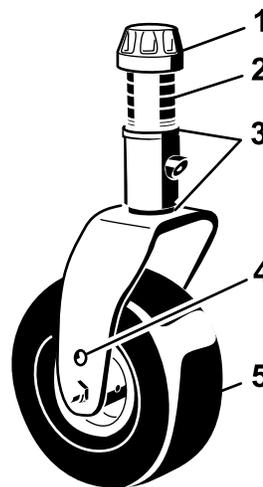

Рисунок 15
2. Поместите оси поворотных колес в одинаковые отверстия во всех вилках поворотных колес (Рисунок 15).
- Снимите колпачковую гайку с вала шпинделя (Рисунок 15) и извлеките шпиндель из рычага поворотного колеса.